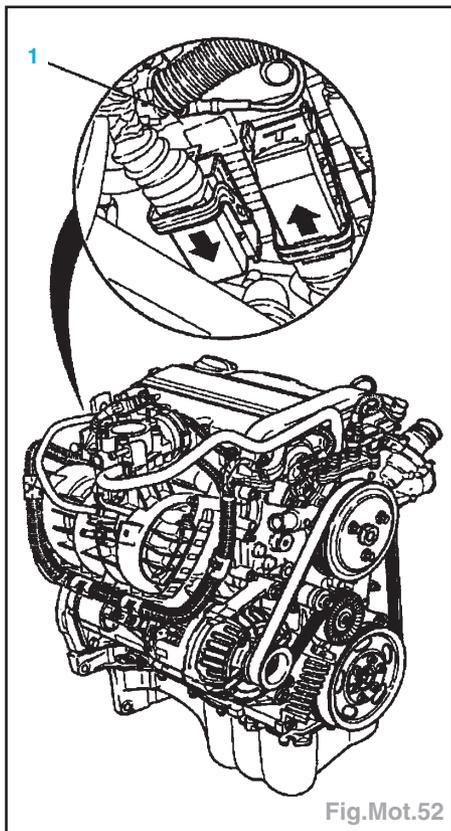

Fig.Mot.52
- Débrancher la fiche en déverrouillant dans le sens de la flèche et retirer la vis (1) du câble de masse (Fig.Mot.52).